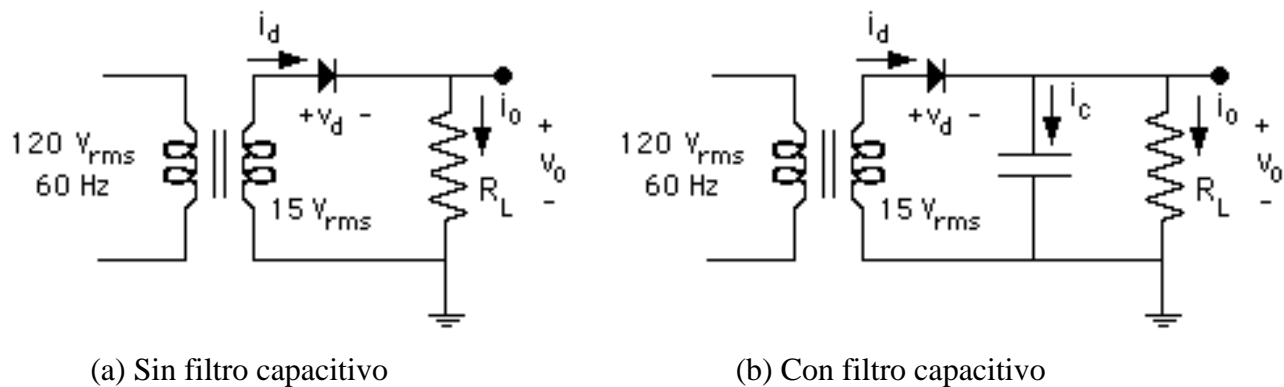
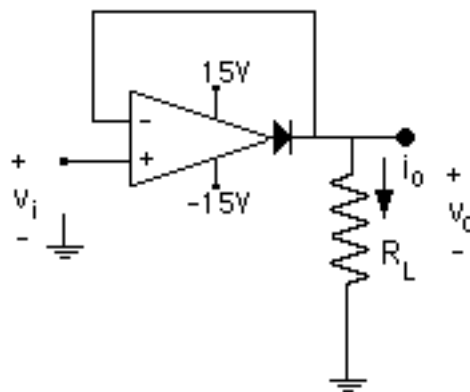

Figura 2. Rectificador de media onda
Figura 3. Rectificador de media onda de precisión
7.- En el circuito de la Figura 2.a, el rectificador de media onda sin filtro capacitivo:
8.- En el circuito de la Figura 2.b, el rectificador de media onda con filtro capacitivo:
9.- En el circuito de la Figura 3, el rectificador de media onda de precisión:
1.- Monte el circuito de la Figura 2.a y observe en la pantalla del osciloscopio el voltaje en el primario y secundario del transformador, el voltaje en el diodo y el voltaje de salida de dicho circuito. Haga los diagramas en papel milimetrado, identificando voltajes y periodos de tiempo en las curvas dibujadas.
1.- Monte el circuito de la Figura 2.b y observe en la pantalla del osciloscopio el voltaje en el primario y secundario del transformador, el voltaje en el diodo y el voltaje de salida de dicho circuito. Haga los diagramas en papel milimetrado, identificando voltajes y periodos de tiempo en las curvas dibujadas.
1.- Monte el circuito de la Figura 3 y observe en la pantalla del osciloscopio el voltaje en el diodo y el voltaje de salida de dicho circuito para voltajes del orden de las decenas de milivoltios, centenas de milivoltios y voltios, a la frecuencia de la línea (60Hz) y a una frecuencia más elevada (1 a 10 KHz). Haga los diagramas correspondientes en papel milimetrado, identificando voltajes y períodos de tiempo en las curvas dibujadas. Aplique las mismas señales al circuito de la figura 2.a e identifique las diferencias en el comportamiento de ambos circuitos.